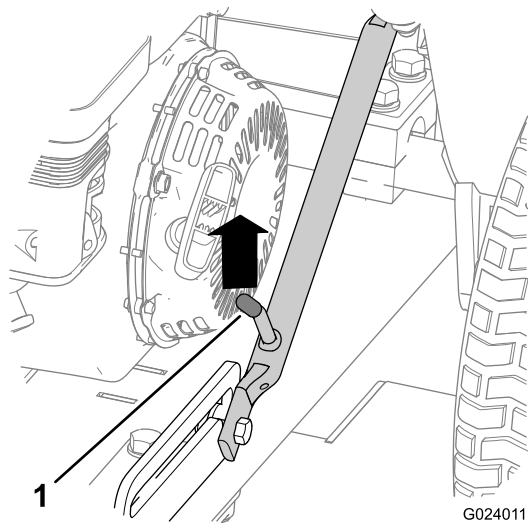

Bild 17
1. Drücken Sie die Anbauvorrichtung nach oben, bis der Sperrhebel aus der Gleitarretierung entriegelt ist (Bild 17).
5. Heben Sie die Anhängervorrichtung (**Bild 22**) an, bis der Sperrhebel in der seitlichen Arretierung einrastet (**Bild 17**).